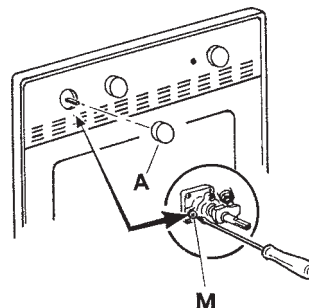

Fig. 12
- Extraer el selector de mando (A-fig. 12)
- Enroscar hasta el fondo el tornillo de ajuste del by-pass (M).